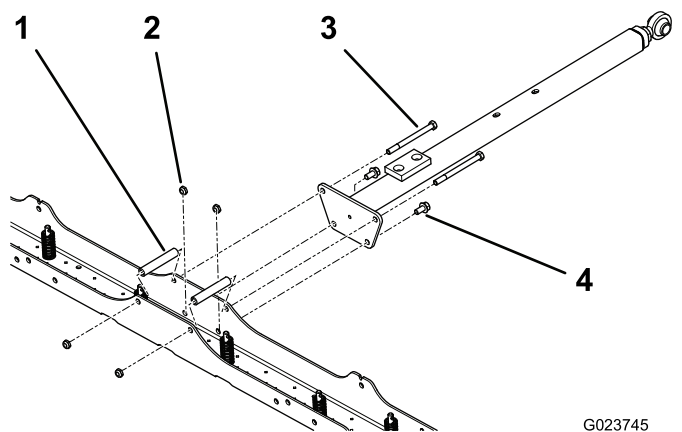

Figure 4
1. Alignez les 2 longues entretoises sur les trous de boulon supérieurs de la plaque inférieure, et utilisez 2 contre-écrous (3/8 po) et 2 boulons (3/8 x 4-1/2 po) pour fixer la barre d'attelage à la plaque inférieure (Figure 4).